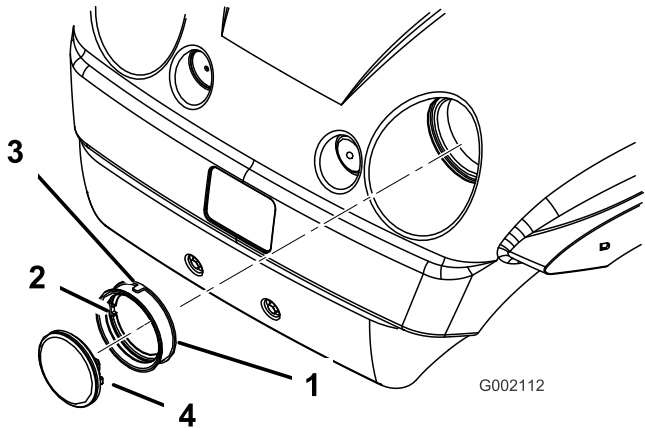

Figura 40
- 4. Retire o vedante de borracha que rodeia o farol (Figura 40). Deite fora o farol.
- 5. Alinhe o encaixe que se encontra no interior do vedante com o encaixe do novo farol (Figura 40). Monte o vedante no farol de forma a ficar bem encaixado.